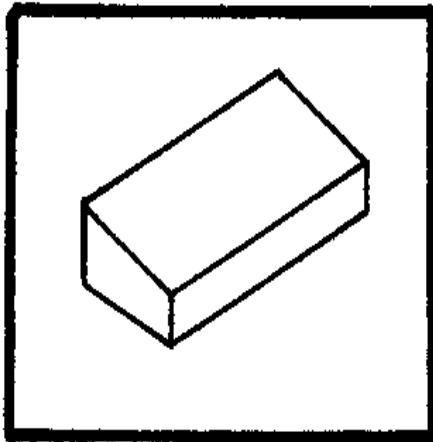

Fig. 18 - End Taper
60. End el Afilamiento (Vea Fig. 18) el Movimiento el